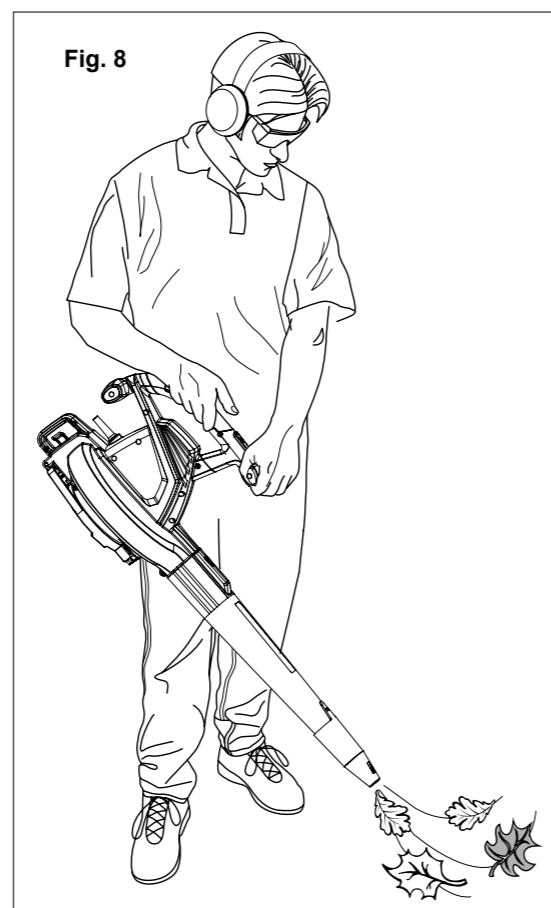

Fig. 8
**Souffleur/Broyeur Électrique 12 amp****Utilisation****CONSEILS D'UTILISATION (VOIR FIGURE 8.)**